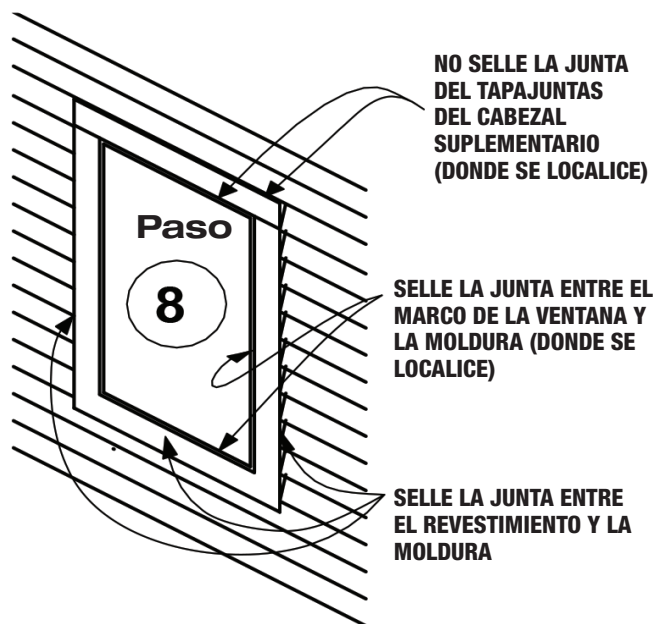

Figura 9 Instale el revestimiento.
Paso 8. Instale la WRB y selle todo el perímetro Paso 8. Instale la moldura y/o el revestimiento exterior de la pared alrededor del perímetro de la ventana. Selle las juntas perimetrales siguiendo las recomendaciones de los fabricantes de revestimientos y ventanas (ver la Figura 9).